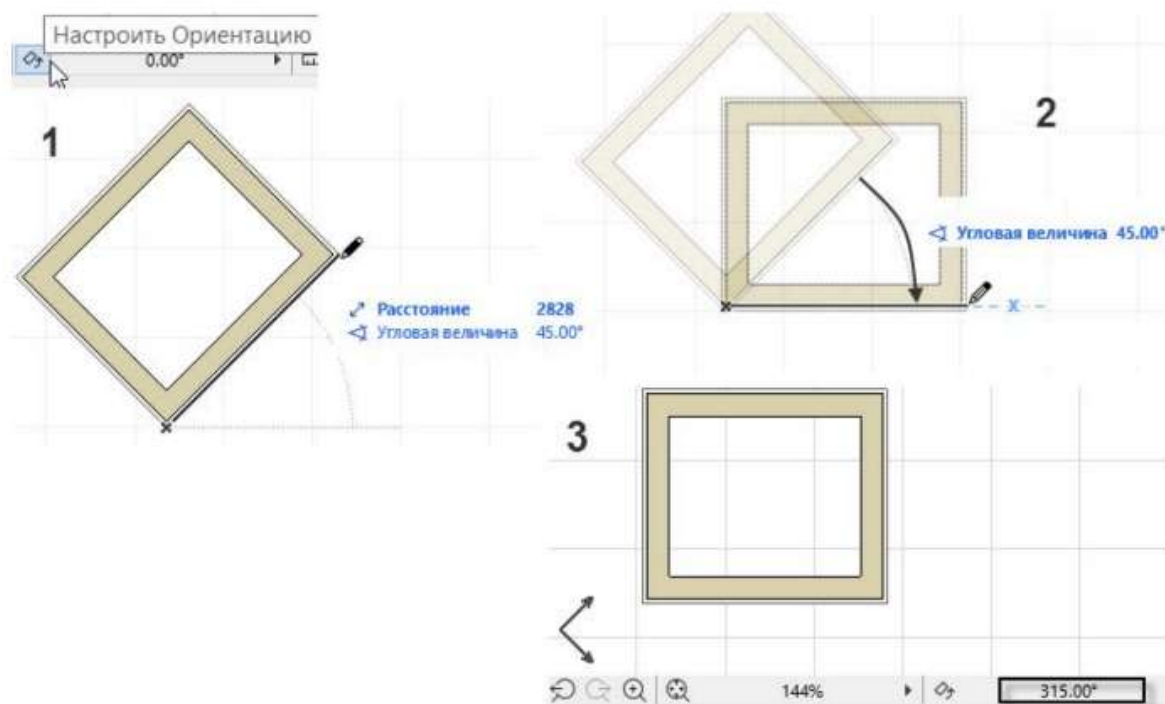

Рисунок 6.11 – Настройка Ориентации
- Нажатая кнопка в поле **Настроить Ориентацию**  **0,00°** позволяет поворачивать изображение на угол, указываемый в графической зоне чертежа тремя щелчками, или назначенным углом поворота из меню (рисунок 6.11). Чертеж повернется на заданный угол, при этом координаты проекта и сетка останутся неизменными. О том, что чертеж повернут относительно экрана, подсказывает пара стрелок в левом нижнем углу экрана и кнопка восстановления ориентации, на которой отображается угол разворота чертежа. Если нажать на эту кнопку, изображение вернется в исходное состояние, а угол ориентации снова будет равен 0°.